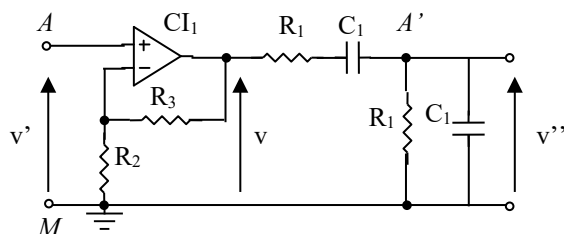

Figure2
1.1 Exprimer l'amplification en tension $\underline{A}_{v1} = \frac{V}{V'}$ du montage Figure2.